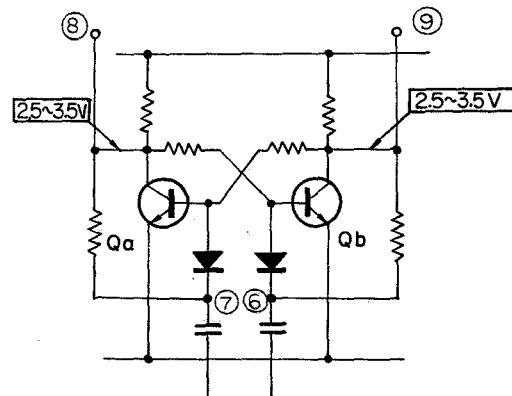

Fig. 1-14.
\*3: Quand la tension au point (8) ou (9) est de l'ordre de 0 V et le point (7) ou (6) est relié à la masse, les tensions aux points (8) et (9) sont inversées. En ce cas, la bascule flip-flop pour commutation dans le circuit intégré fonctionne normalement (voir figure 1-14).
\*3: When the voltage at the terminal (8) (or (9)) is nearly 0V and the terminal (7) (or (6)) is connected to ground, the voltages at terminals (8) and (9) are exchanged each other. In this case the flip-flop circuit for switcher in the IC operates correctly. (Refer to Fig. 1-14.)